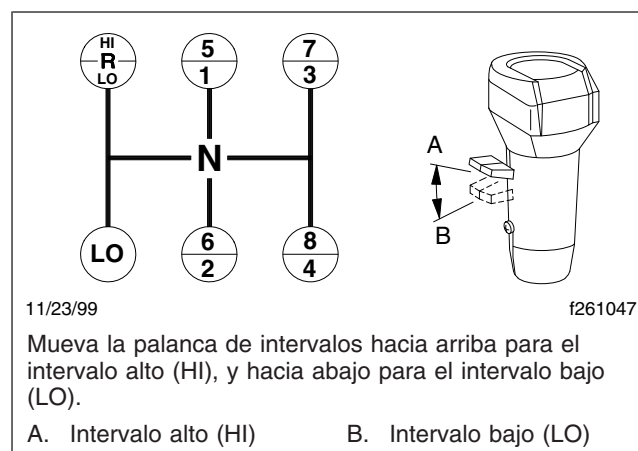

Figura 8.6, Patrón de cambios, modelos de 9 velocidades
retroceso. La palanca de cambios controla 5 velocidades de conducción hacia adelante y una de retroceso en la sección delantera de la transmisión, y la palanca de intervalos controla un intervalo LO y HI (bajo y alto) en la sección auxiliar de dos velocidades. La primera posición en la sección de conducción hacia adelante se usa solamente como una marcha de arranque. Las otras cuatro velocidades se usan una vez en el intervalo bajo (LO) y otra vez en el intervalo alto (HI). Vea la **Figura 8.6**, que muestra los patrones de cambios.